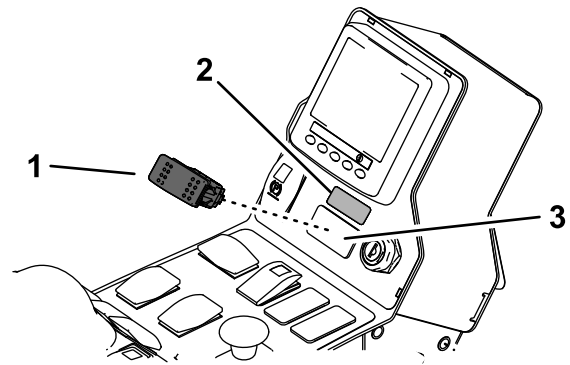

Figure 4
3. Retirez l'obturateur du panneau de commande et installez l'interrupteur (Figure 4).
4. Apposez l'autocollant de frein auxiliaire au-dessus de l'interrupteur (Figure 4).